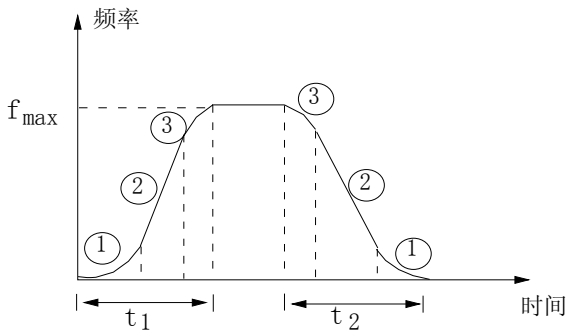

图5-14 S曲线加减速
输出频率按照S形曲线递增或递减，如图5-14所示。
S曲线起始段时间如图5-14中①所示，这里输出频率变化的斜率从0逐渐递增。
S曲线上升段时间如图5-14中②所示，这里输出频率变化的斜率恒定。
S曲线结束段时间如图5-14中③所示，这里输出频率变化的斜率逐渐递减到0。